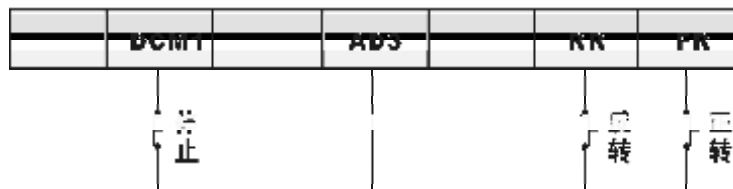

图8 运转信号保持电路
- (1) 用按键式开关等瞬时接触开始运转和停止时，按图8所示进行布线，并请设定功能代码 (Cd001=2、Cd069=2)。